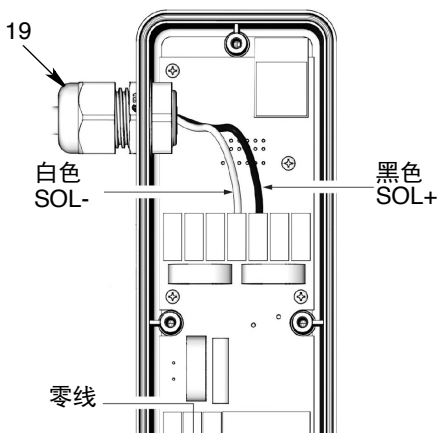

图 5
- 在 PAC 电气外壳 (2) 内, 断开 SOL- (白色) 和 SOL+ (黑色) 中的中性线 (白色) 和管线 (黑色) 与端子挡块 (图 5) 的连接。
- 松开线扣 (19) 并完全卸下电缆 (图 5)。